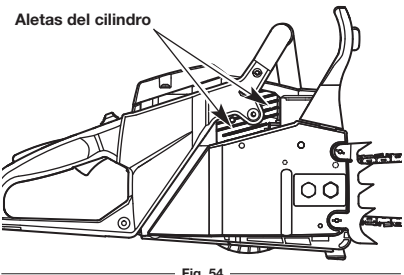

Fig. 54
- Se tiene que sacar la suciedad de las aletas del cilindro regularmente para reducir el riesgo de daño a la unidad y lesiones personales debido a incendio. Utilice aire comprimido, a 40 lb/pulg2 o menos, para soplar la suciedad que haya en las aletas del cilindro (Fig. 54). Al limpiar las aletas del cilindro con aire comprimido, use siempre espejuelos o gafas de seguridad. Utilice un cepillo pequeño de alambre para los residuos que sean difíciles de sacar. No use agua ni disolventes en las aletas del cilindro. Si después de limpiar, aún queda una cantidad considerable de suciedad, haga que un distribuidor de servicio autorizado limpie las aletas del cilindro.